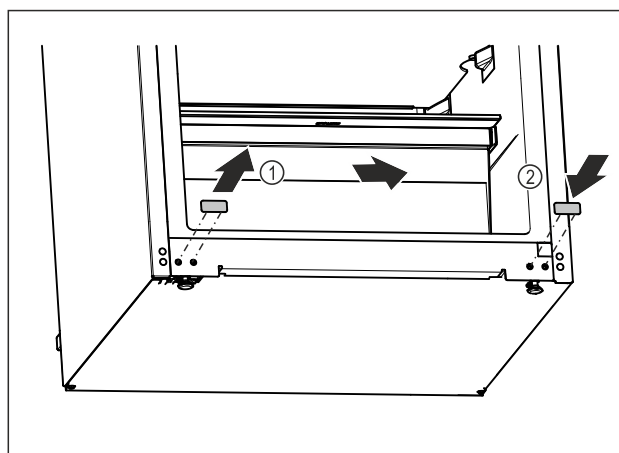

Fig. 12
- ▶ Dra ut täckplugg. Fig. 12 (1)
- ▶ Sätt in täckplugg på motsatta sidan. Fig. 12 (2)